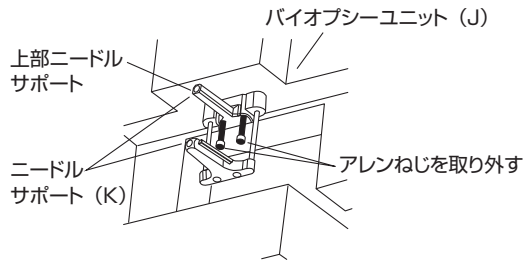
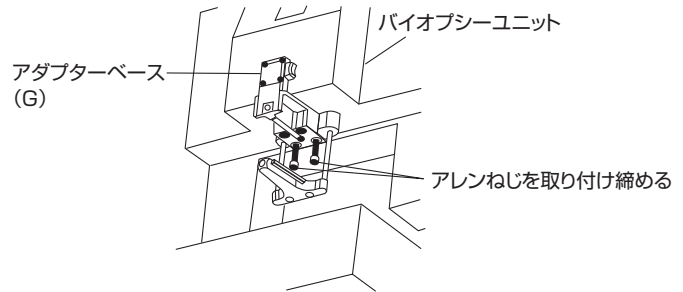

図35
図36
- 1) 同梱されているアレンキー (H) を用い、バイオプシー ユニット (J) と上部ニードルサポートを固定している2本のアレンねじを取り外します (図35、図36)。
<ファイアフォワード、ドライバー及びバイオプシープローブへの装着> (図35)